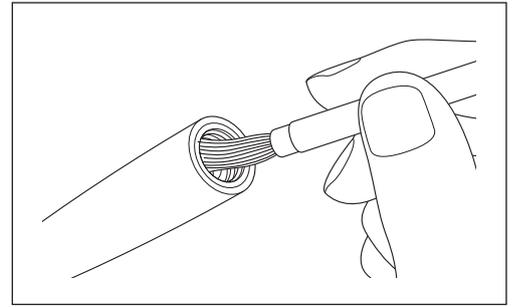

Abb. 39
- 3) Mit der Reinigungsbürste entfernen Sie das Pulver vom Innenbereich der Anschlussstelle des Handstücks (Abb. 39).